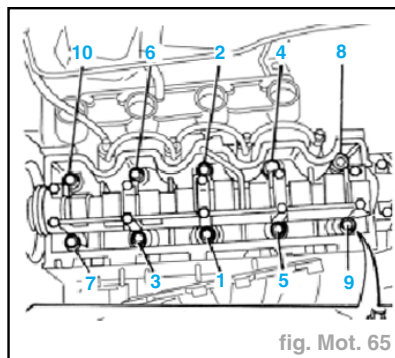

fig. Mot. 65
- Serrer les vis fixant la culasse au bloc moteur au couple spécifié en suivant la procédure indiquée (fig. Mot. 65).